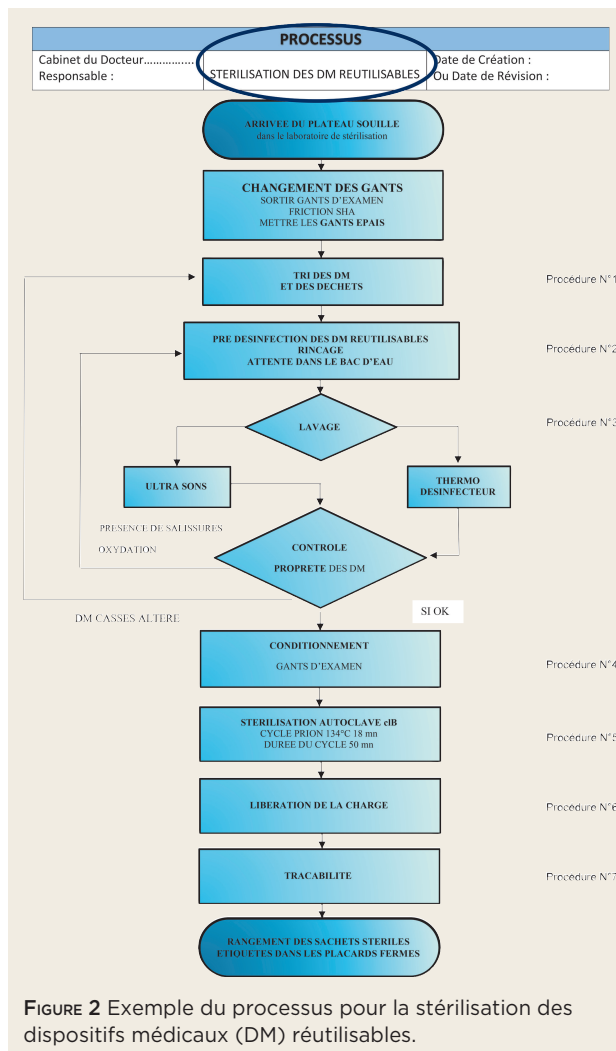

FIGURE 2 Exemple du processus pour la stérilisation des dispositifs médicaux (DM) réutilisables.
■ Rédaction du processus [FIG. 2]